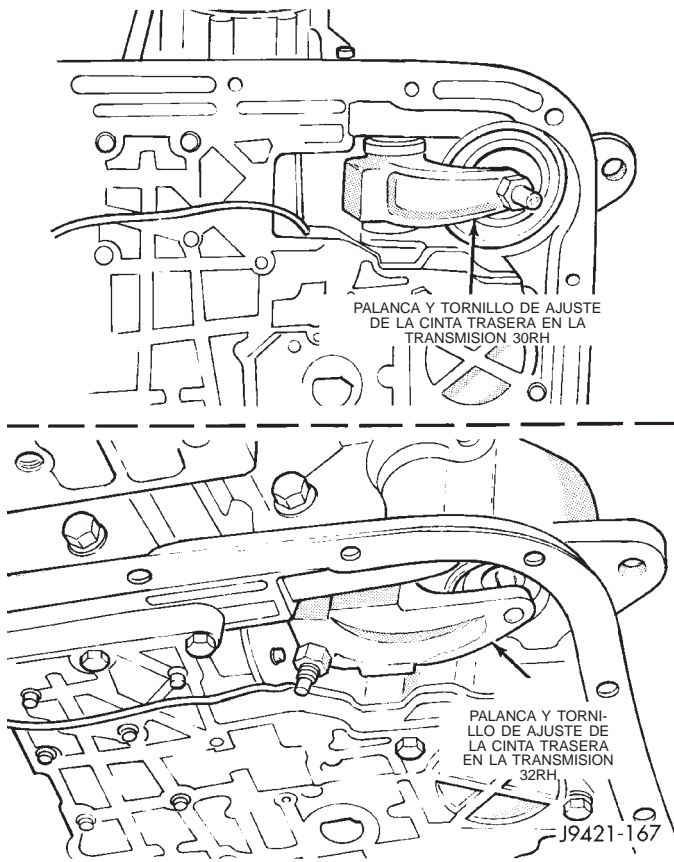

Fig. 181 Posición del tornillo de ajuste de la cinta trasera
(4) Apriete el tornillo de ajuste con una torsión de 5 N·m (41 lbs. pulg.) para la transmisión 30RH y 8 N·m (72 lbs. pulg.) para la transmisión 32RH (Fig. 181).
(5) Retroceda el tornillo de ajuste 7 vueltas para la transmisión 30RH y 4 vueltas para la transmisión 32RH.
(6) Sostenga el tornillo de ajuste en la posición y apriete la contratuerca con una torsión de 34 N·m (25 lbs. pie).
(7) Emplace la nueva empaquetadura en el colector de aceite e instale el colector en la transmisión. Apriete los pernos del colector con una torsión de 17 N·m (13 lbs. pie).
(8) Baje el vehículo y vuelva a llenar la transmisión con líquido Mopar® ATF Plus 3, Tipo 7176.